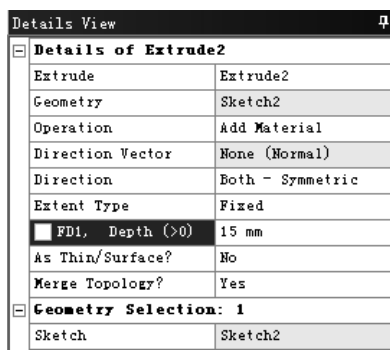

图 3.10.7 “Details View”对话框
(2) 在工具条中单击 **Extrude** 按钮 ，系统弹出图 3.10.7 所示的“Details View”对话框，使用草图 2 作为截面，在 **Operation** 下拉列表中选择 **Add Material** 选项，在 **Direction** 下拉列表中选